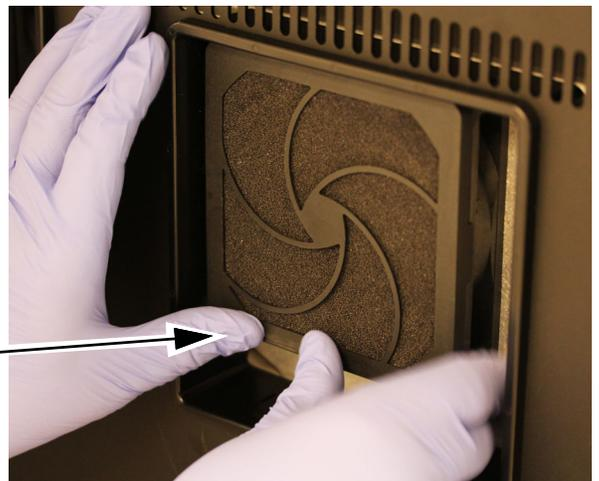

图 9-27. 安装风扇防尘海绵和风扇罩
7. 将风扇防尘海绵组件安装回 8 联模块组部件。请参见图 9-27。